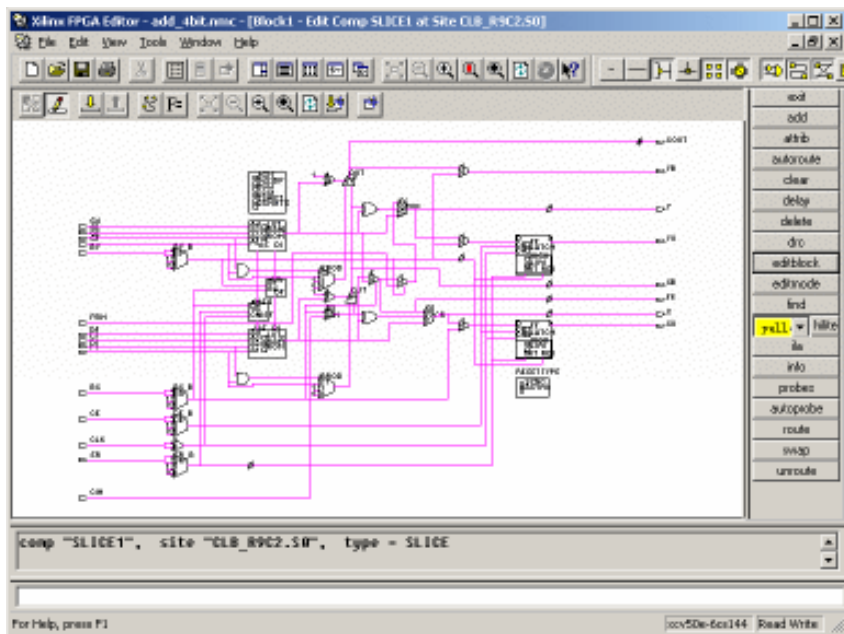

图6-40 内部逻辑编辑窗口 1
7. 添加了 SLICE 的端口以后，需要在 SLICE 内部添加相关的逻辑。使用鼠标选中蓝色 SLICE1，然后单击右边的 **editblock** 按钮，打开内部逻辑窗口，如图 6-40 所示。